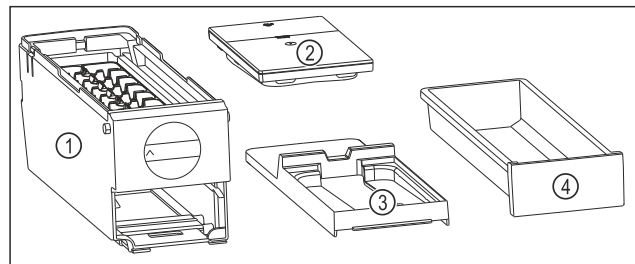

Fig. 76 Componente ale EasyTwist-Ice
- ▶ EasyTwist-Ice este dezasamblat în patru piese. (vezi Fig. 76)
- ▶ Dezasamblați EasyTwist-Ice numai în componentele ilustrate. (vezi Fig. 76)
- ▶ Curățați corpul EasyTwist-Ice Fig. 76 (1) ca un întreg.